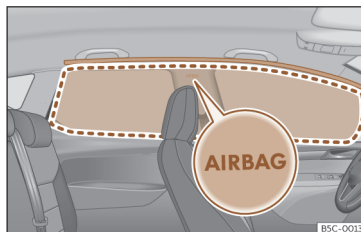

Fig. 29 Localização dos airbags da cabeça.
Os airbags da cabeça estão localizados de ambos os lados do habitáculo, por cima das portas >>> **Fig. 29** e estão assinalados pelo logo «AIRBAG».
Ao ativar-se, o airbag da cabeça ocupa a zona assinalada (raio de alcance) >>> **Fig. 29**. Por este motivo, nunca se deverá colocar ou fixar objetos nesta zona >>> .
- Assegure-se de que as crianças viajam sentadas corretamente nas suas cadeiras e não colocam a cabeça na zona de insuflação dos airbags para a cabeça >>> **Fig. 29**, uma vez que, se os airbags disparassem, estes poderiam bater-lhes e causar-lhes lesões graves.